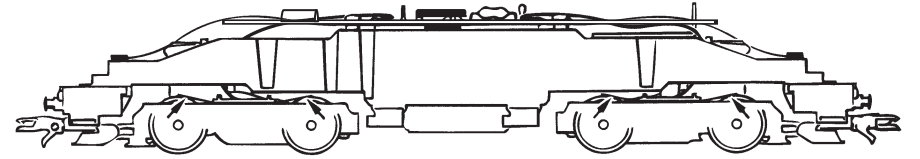

Fig. 6
3. Haftreifenwechsel: Zuerst den Getriebedeckel abnehmen (Fig. 6). Danach den **Radsatz** herausnehmen und die **Haftreifen** mit einer Nadel od. mit einem feinen Schraubendreher abziehen (Fig. 6). Beim Aufziehen der neuen Haftreifen darauf achten, dass diese sich nicht verdrehen.
3. Change of traction tyre: Remove the gear cover (fig. 6). Take out **wheel set** and remove **traction tyre** using a pin or a fine screwdriver (fig. 6). When pressing on the new traction tyre please **avoid twisting it**.
3. Échange des bandages d'adhérence: Démontez d'abord le **couvre-carter des engrenages** des en-grenages (fig. 6). Délogez ensuite les essieux ban-dagées et enlevez, à l'aide d'une aiguille ou d'un tourne-vis fin, les bandages d'adhérence (fig. 6). Lors du montage des nouveaux bandages veuillez veiller à ce que les bandages **ne soient pas tor-dués**.